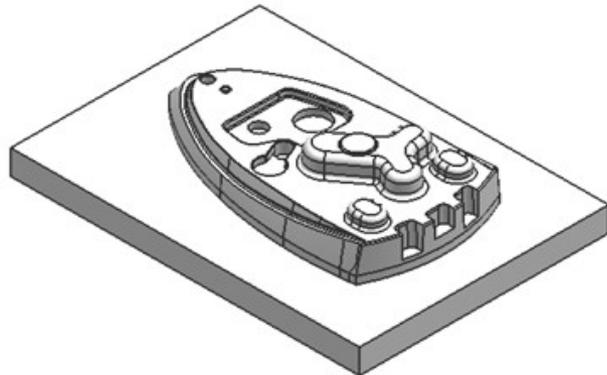

图5-81 “dtd.prt”文件。
- 打开光盘中的 [ Lianxi\Ch05\dtd.prt ] 文件，如图 5-81 所示，然后使用 [ 深度加工轮廓 ] 功能对工件中的陡峭区域进行半精加工和精加工，加工前应该考虑使用哪些刀具加工最合理。